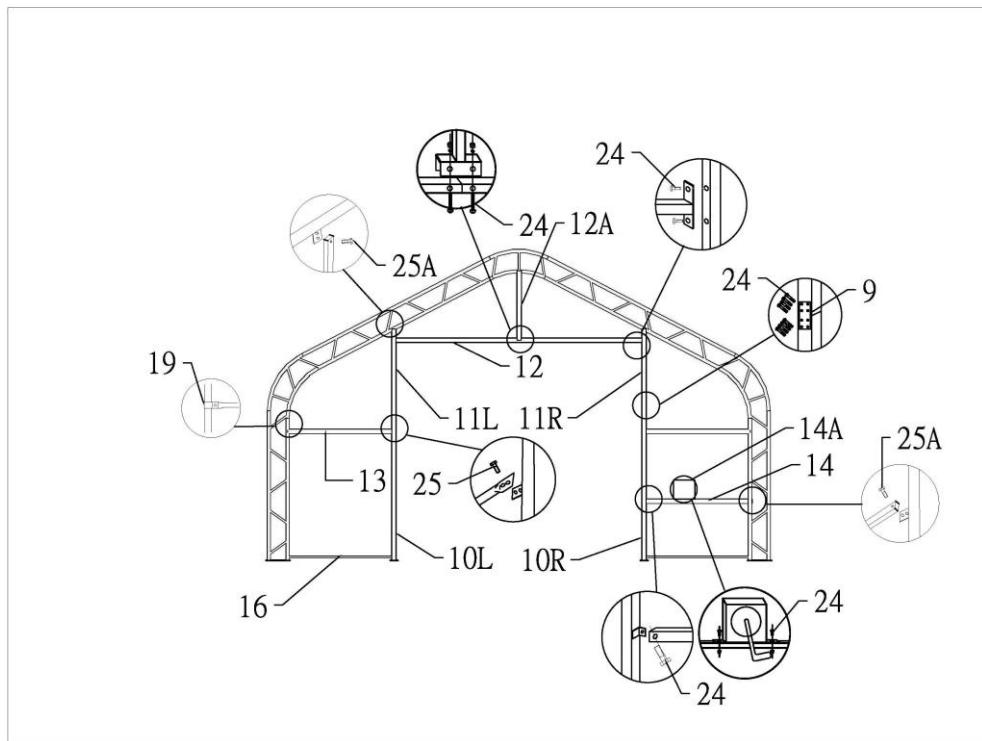

Bild 6: Fram- och bakdörrens duk
1. Bild 6 visar montering av dörrkarmen.